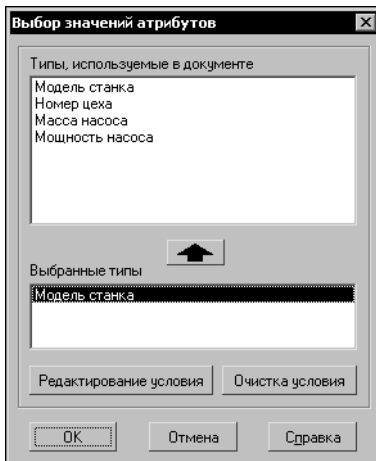

Рис. 60.6. Диалог назначения условий поиска
1. Вызовите команду **Выделить — По атрибутам...** На экране появится диалог назначения условий поиска (рис. 60.6).